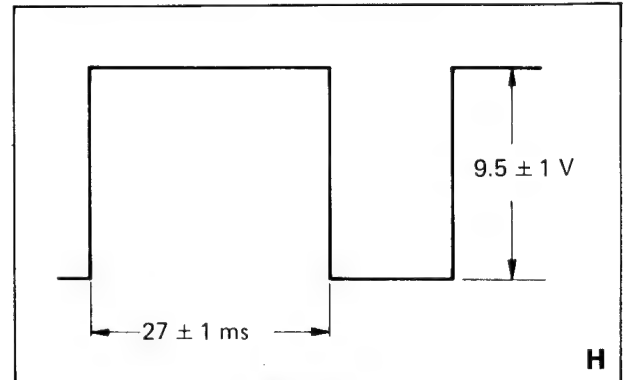

Bild 3-10
2. Oszilloskop an TP 7 und mit R 23 die Breite des Impuls-Daches auf 27 ms einstellen (Bild 3-10).